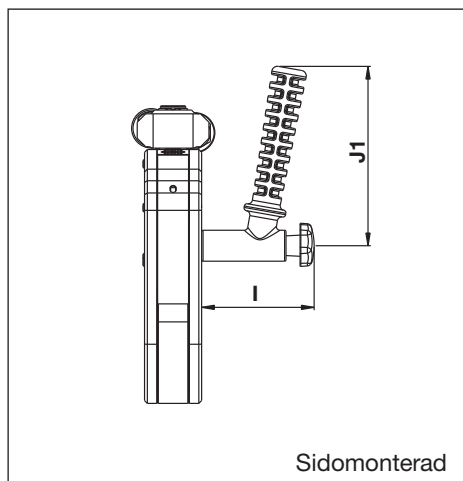

Fig. 25
6.1.3 Mått, Vinklat positioneringshandtag i SWH-serien (Fig. 25)